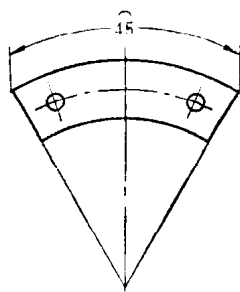

图15 圆弧尺寸的注法
2. $\frown$ ——表示圆弧的符号，注在尺寸数字的上方，一般多用来表示圆弧长度的尺寸大小。如图15所示，表示圆弧的弧长为45毫米。圆弧符号“ $\frown$ ”也由徒手画成，符号的大小长度，